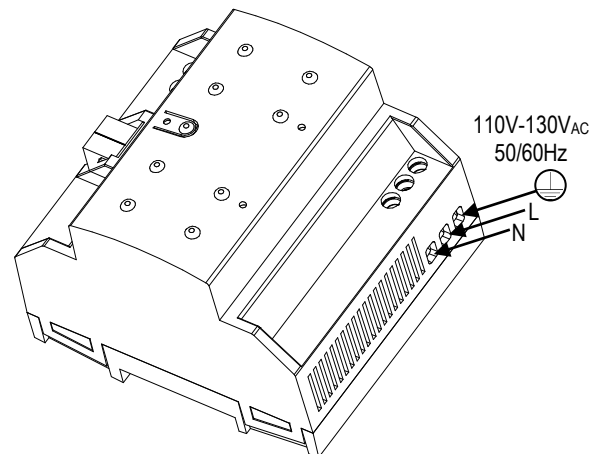

Figura 2: Instalación y conexión ZPS320MPA110
- La alimentación principal debe conectarse a los terminales L, N y tierra de acuerdo con el esquema de la figura 2.